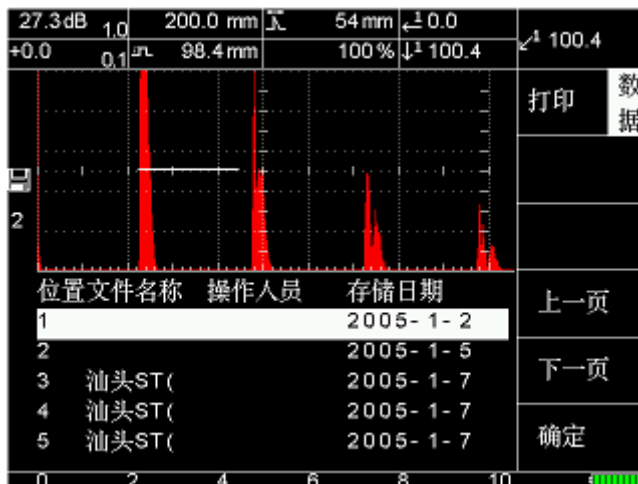
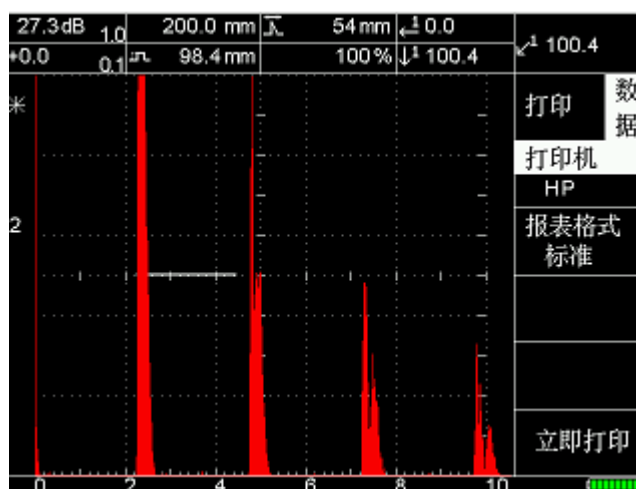

图 7-14
图 7-15
- (1) 按【数据】-【E】-【C】键进入打印报表界面(图 7-14)。
- (2) 选择需打印的 A 型探伤报告。
- (3) 按【E】确定进入图 7-15。
- (4) 选择打印机及报表格式(一般为标准, 可为用户定制特定的格式)。
- (5) 按【E】立即打印。